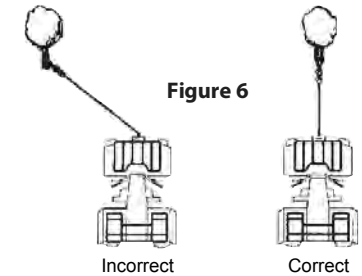

Figure 6
13. ÉVITEZ DES TRACTION DE LONGUE DURÉE SOUS DES ANGLES EXTRÊMES, ce qui pourrait provoquer l'accumulation du câble sur un seul côté du tambour figure 6 . Ceci pourrait coincer le câble sur le treuil et endommager l'un ou l'autre.